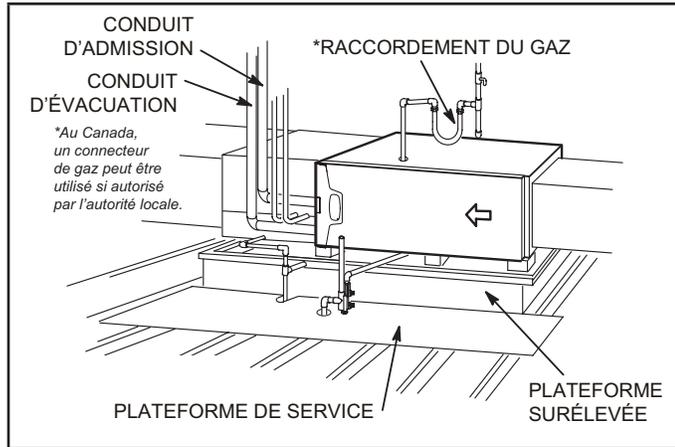

FIGURE 19
Ce générateur d'air chaud peut être installé dans un comble ou un vide sanitaire. Suspendez-le aux chevrons du toit ou aux solives du plancher comme illustré à la FIGURE 18 ou montez-le sur une plate-forme comme illustré à la FIGURE 19. Un ensemble de suspension à l'horizontale (51W10) peut être commandé auprès de Lennox ou remplacé pour un dispositif équivalent.
- 2 - Construisez une plateforme surélevée en bois et la recouvrez d'un panneau de contreplaqué. Si l'unité est installée au-dessus d'un espace fini, installez une cuvette de drainage auxiliaire sous l'unité. Installez l'unité dans le bac comme illustré à la FIGURE 19. Prévoyez un dégagement de 8 po en dessous de l'appareil pour le purgeur de condensat.